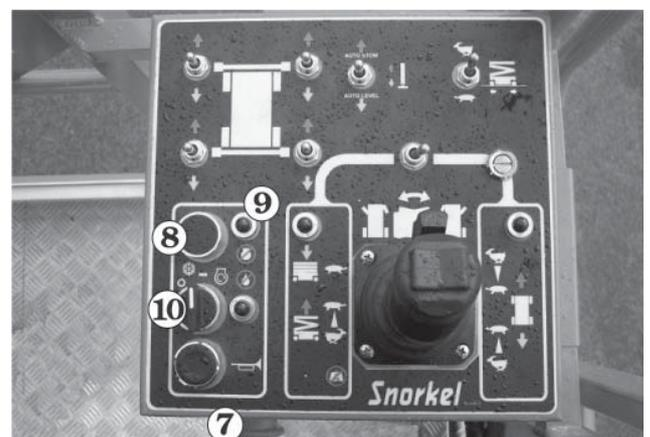

Abb. 8.17
5. Drehen Sie den **Notaus-Schalter 7** im Uhrzeigersinn, bis er herauspringt (eingeschaltet) (siehe Abb. 8.17).
6. Falls der Motor auf Umgebungstemperatur ist, kurz den **Glühkerzen-Schalter 8** drücken. Dadurch werden die Glühkerzen im Motor automatisch 10 Sekunden lang eingeschaltet. Es wird automatisch eine Lampe 9 aufleuchten, um anzuzeigen, dass die Glühkerzen eingeschaltet sind (siehe Abb. 8.17).
7. Sobald die Lampe 9 ausgeht, den **START-Schalter 10** drücken und halten, bis der Motor anspringt, oder 20 Sekunden lang, je nachdem, was früher eintritt. Sobald der Motor anspringt, den **START-Schalter 10** loslassen (siehe Abb. 8.17).